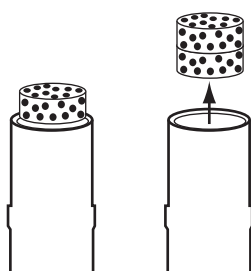

Figura 1
1. Extraiga el filtro contaminado u obstruido tirándolo directamente del extremo del cono de puntas (consulte la Figura 1).